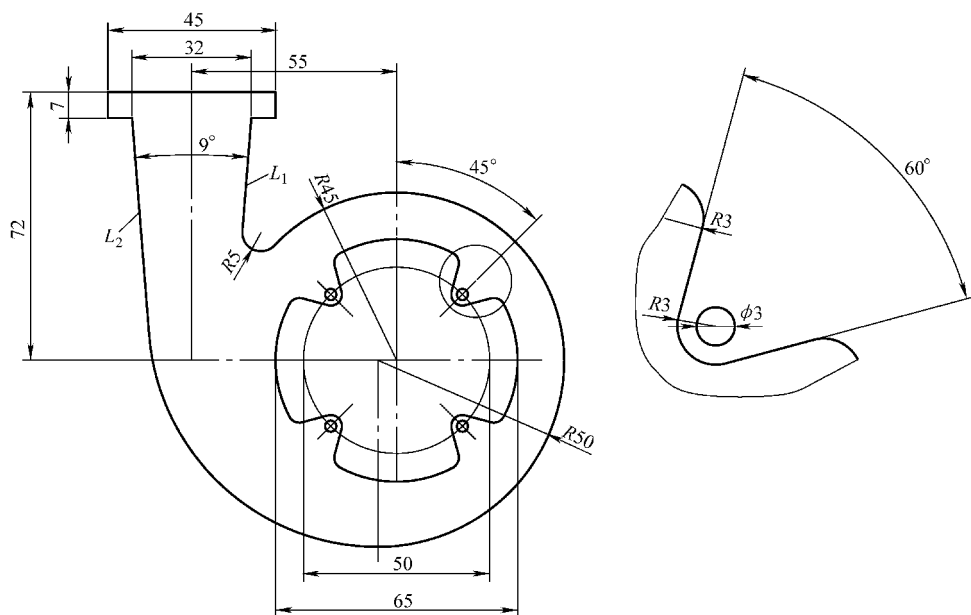

图 10-18 习题 11 图
11. 参照图 10-18 绘制图形, 注意其中的相切, 同心、对称等约束关系, L_1 和 L_2 关于中心线对称, 并计算该图形面积。